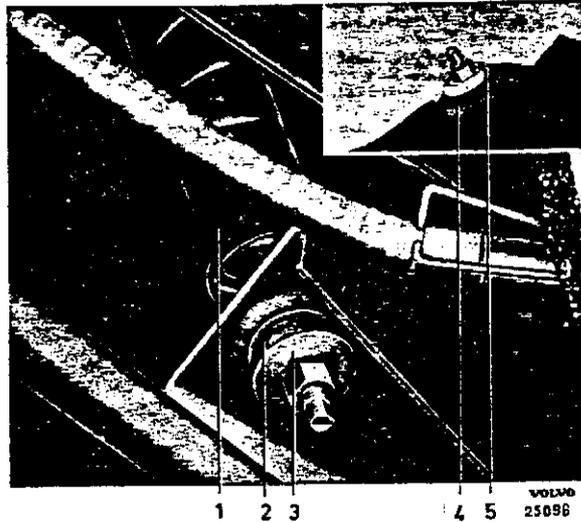
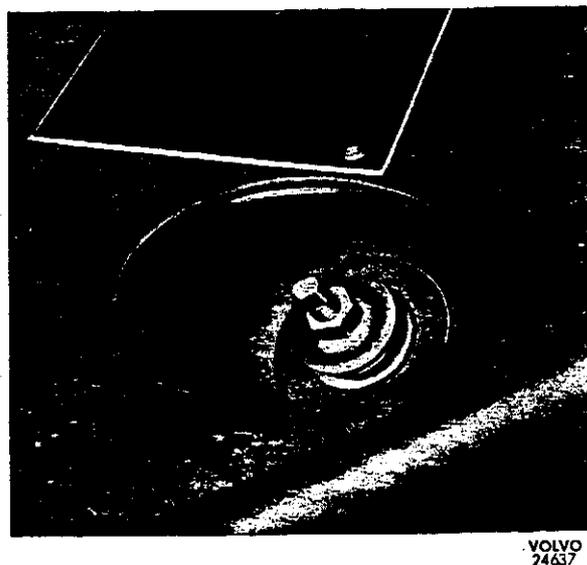
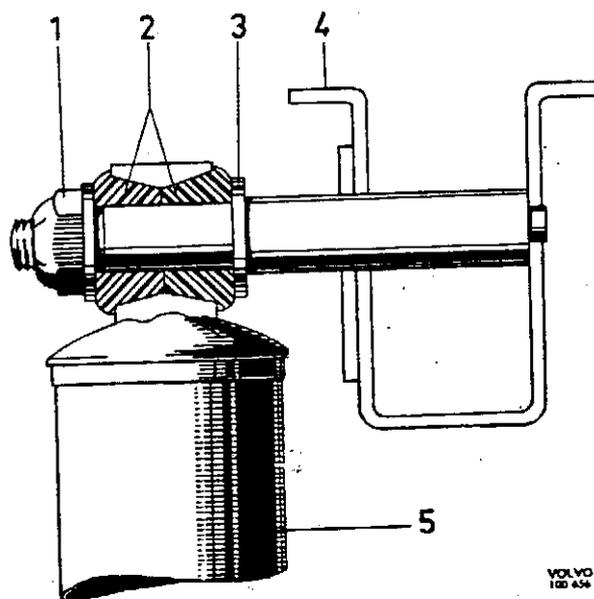

Abb. 10 Halterung des hinteren Stoßdämpfers, 120
Abb. 11 Obere Halterung des hinteren Stoßdämpfers, 1800
Abb. 13 Stoßdämpfer, 120 Kombi
3. Der Einbau erfolgt in umgekehrter Reihenfolge. (Siehe Abb. 10 und 11.) Für 120 und 1800 ist die Scheibe mit dem größeren Loch an der Innenseite der untersten Gummibuchse anzubringen. Muttern lt. Anweisungen unter „Stoßdämpfer einbauen“, Seite 7—11, anziehen.
1. Obere Befestigungsmutter, Scheibe (5, Abb. 10) und Gummibuchse (4) ausbauen.
2. Untere Befestigungsmutter, Scheibe und Gummibuchse ausbauen, siehe 2 und 3, Abb. 10.
1. Obere Befestigungsmutter, Scheibe und Gummibuchse für 120 vom Kofferraum (Abb. 10) und für 1800 durch das Loch (Abb. 11) in der Kofferrücke am Rückblickfenster ausbauen. Ausbau des Stoßdämpfers bei Kombiwagen 120, siehe Abb. 13.